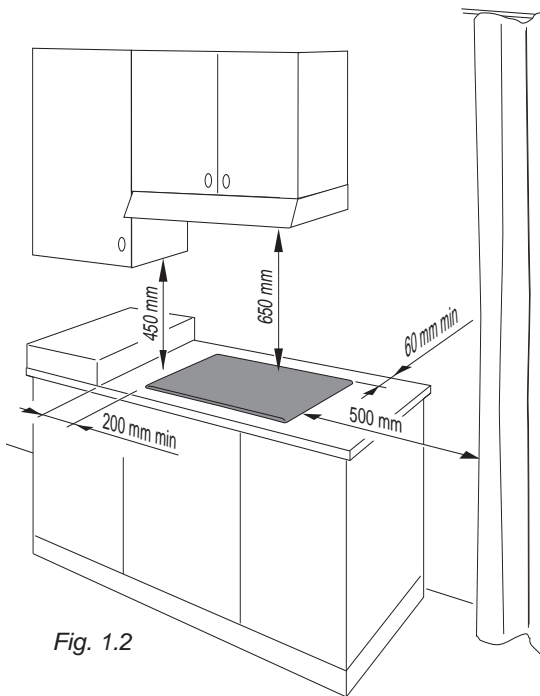

Fig. 1.2
- Allorché sopra il piano di cottura vi sia un pensile o cappa mantenere fra la griglia del piano ed il suddetto pensile o cappa la distanza minima pari a 650 mm (fig. 1.2).